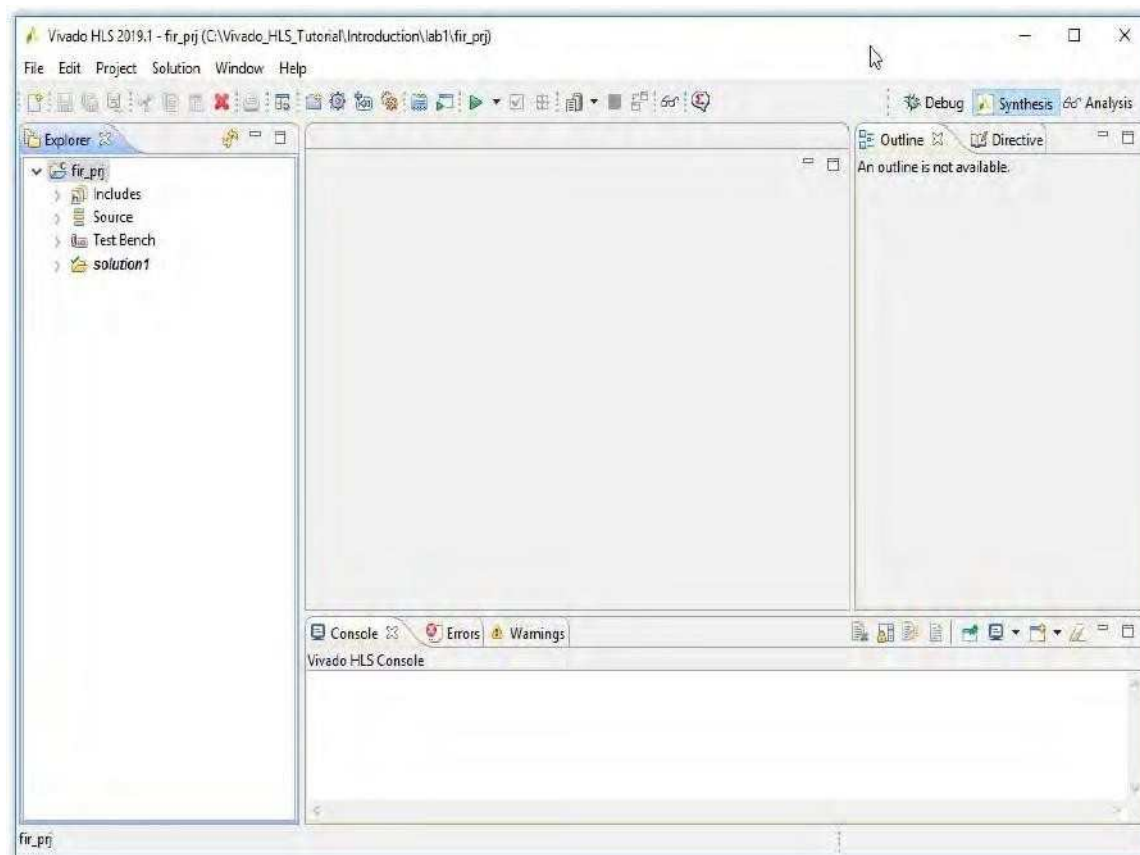

图 2-7: Vivado HLS 项目
12. 单击 Finish 打开 Vivado HLS 项目, 如图 2-7 所示。